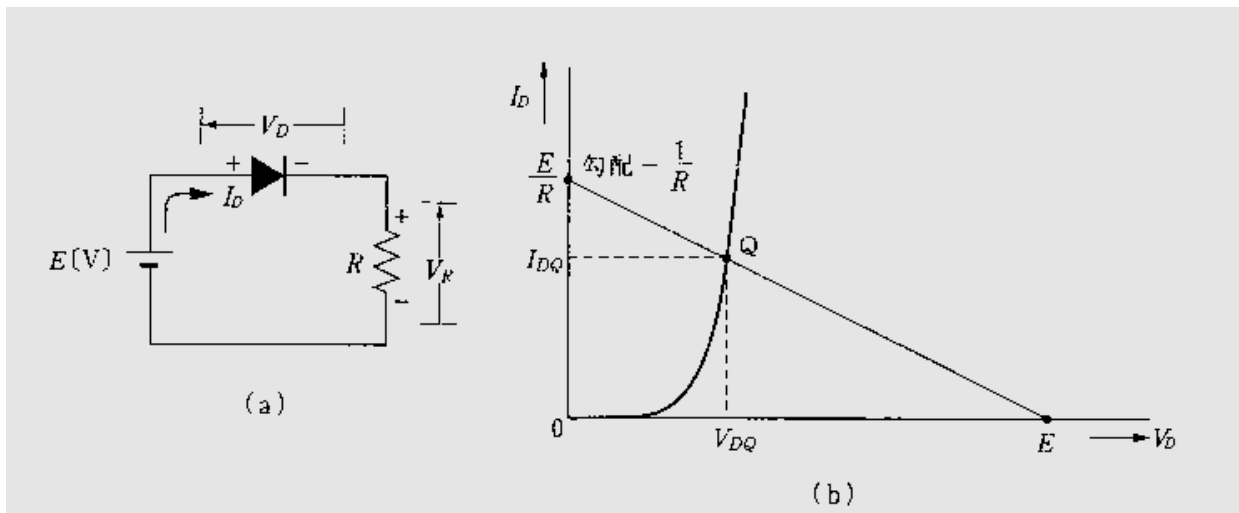

図2-9 ダイオードと抵抗の直列回路
- ① 電圧、電流の関係を示したグラフが直線にならない。
- ② 順方向でも、ある程度の電圧を加えなければ電流はほとんど流れない。
この性質を踏まえて、図2-9のように抵抗と直列に接続した回路について考えてみる。この回路で、全体に流れる電流と各部の電圧などについて調べる。ダイオードは上記①に示すように、電圧と電流の特性は非線形なので、一般に利用されるオームの法則をそのままで適用させることができない。
この式をグラフの中で表すと、図2-9 (b)に示す勾配 $-\frac{1}{R}$ の直線となり、 V_D と I_D はこの直線上の値をとらなければいけないことになる。一方、 V_D と I_D はダイオードの電圧・電流特性曲線上になければならない。したがって、両者が同時に成立する場所は、勾配 $-\frac{1}{R}$ の直線とダイオードの特性曲線との交点Qにおける、電流と電圧となる。この電流 I_{DQ} は回路全体に流れる電流値で、 V_{DQ} はダイオードにかかる電圧となる。この交点Qを動作点(operation)と呼ぶ。